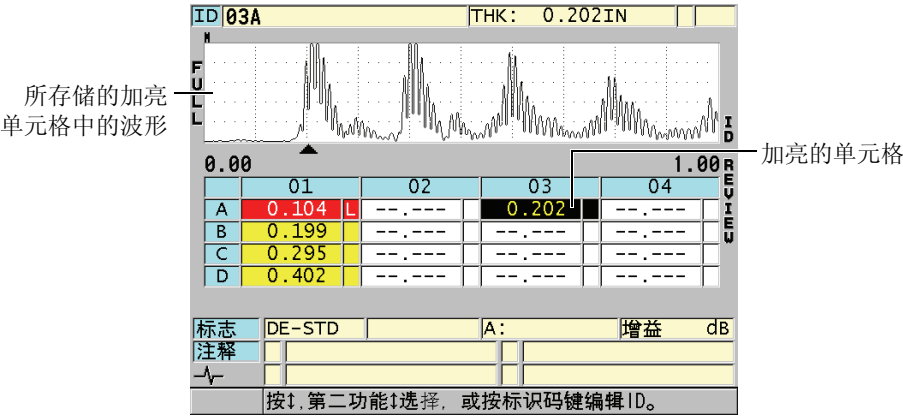

图 10-13 ID 查看屏幕中被加亮的 DB 栅格单元格
3. 在 ID 查看屏幕中（参见第 130 页的图 10-13）：